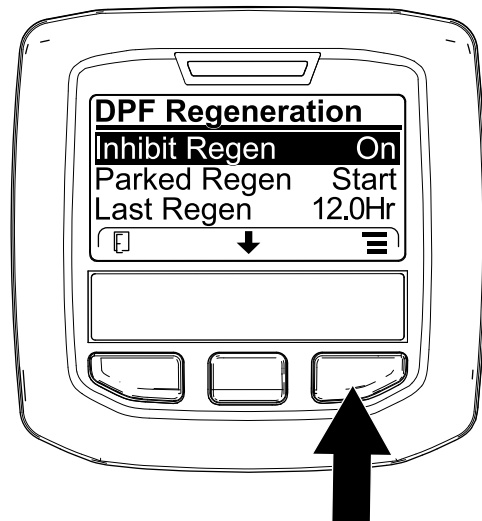

Figura 48
- Acceda al menú DPF Regeneration (Regeneración de DPF), pulse el botón central para desplazarse hacia abajo, hasta la opción INHIBIT REGEN (Inhibir regeneración) y pulse el botón derecho para seleccionar la opción Inhibit Regen (Figura 48).
- Pulse el botón derecho para cambiar el ajuste de inhibición de regeneración de Activado a Desactivado (Figura 48) o viceversa (Figura 49).